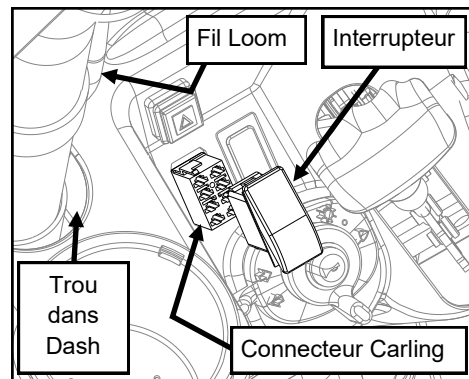

Fig. 2.A
3. Capot ouvert du véhicule. Sous le capot, acheminer le connecteur Carling 8 broches (sur le harnais de câblage fourni) à travers la découpe rectangulaire dans le tableau de bord du véhicule. Branchez le connecteur Carling à l'arrière de l'interrupteur. Passez en tableau de bord. (voir la figure 2.A).
5. Route longue section de harnais à travers le trou dans le tableau de bord à l'avant du conducteur tube ROPS (voir la figure 2.A).
4. Feed la courte section du harnais à travers le trou dans le tableau de bord au tube rops avant latéral du conducteur (voir la figure 2.A) et se connecter au bloc de fusible. Voir les instructions d'installation du panneau d'interrupteur pour les emplacements de câblage appropriés.